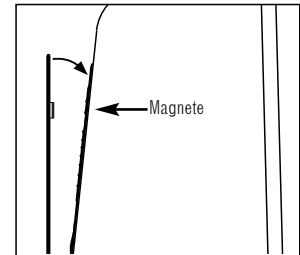

Abbildung 2.
2. Bewegen Sie den oberen Rand mit den Magneten zur Treibereinfassung, bis die Magnete das Gitter gegen die Treibereinfassung ziehen und festhalten, wie in der Seitenansicht in Abbildung 2 gezeigt.